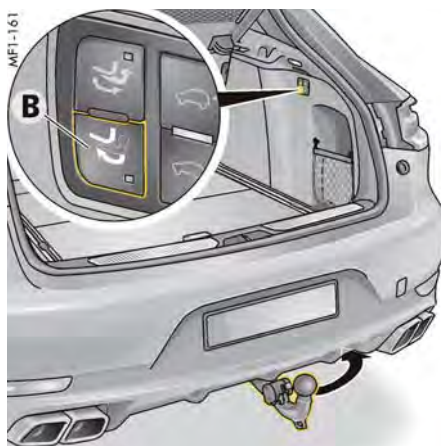

図145: ボール・ヒッチの格納
- ▶ ボタン **B** を押してください(204ページ:図145)。